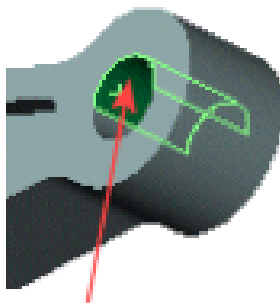

Рис. 5.7
4. В графической области выберите грань, показанную на рисунке. Используйте команду **Вращать вид** , чтобы установить вид, подходящий для выбора необходимой грани. **Грань<1>** отобразится в поле выбора (рис. 5.7).